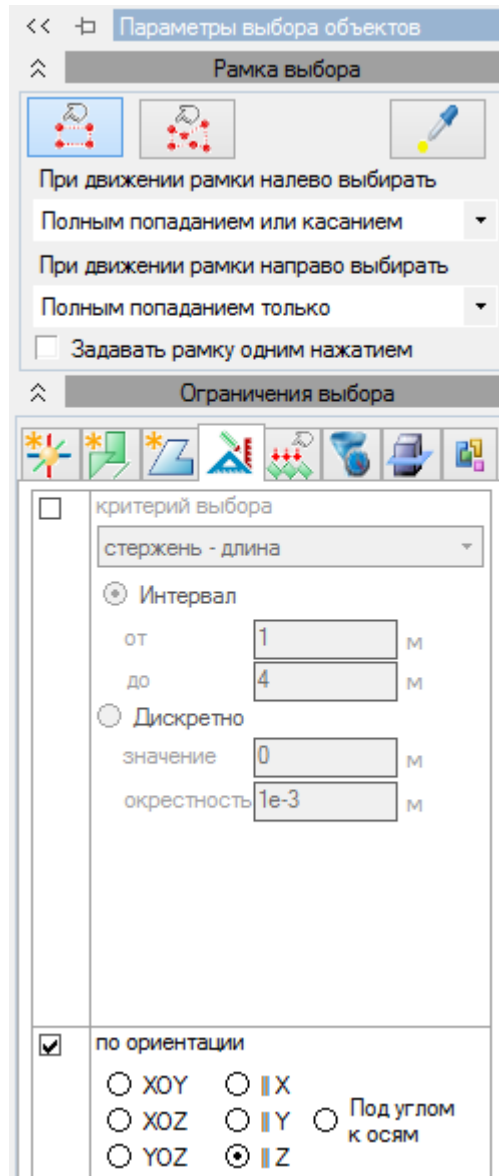

Рис. 3.9 Параметры выбора объекта
- После выполнения пункта меню «**Выбор** \Rightarrow **Фильтр выбора**» (кнопка  на панели инструментов), перейдите на четвертую закладку «**Фильтр по геометрии КЭ**», включите флаг **по ориентации** и радио-кнопку «**||Z**» (Рис. 3.9);
- После выполнения пункта меню «**Выбор** \Rightarrow **Фильтр выбора**» (кнопка  на панели инструментов), перейдите на третью закладку «**Фильтр по геометрии КЭ**», включите флаг «**по ориентации**» и радио-кнопку «**||Z**» (Рис. 3.9);